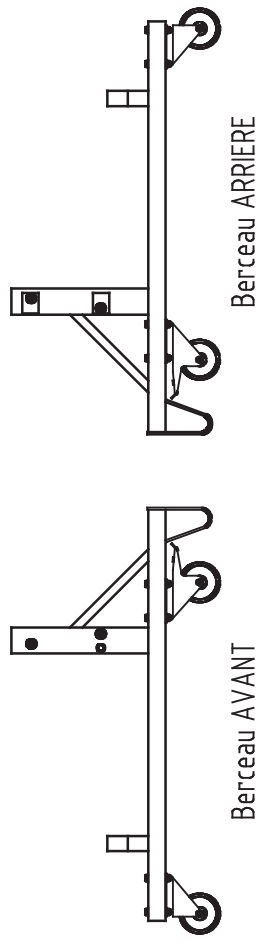

FIG. 1
- Positionner le berceau de rangement du côté où la bâche est relevée (FIG.1).